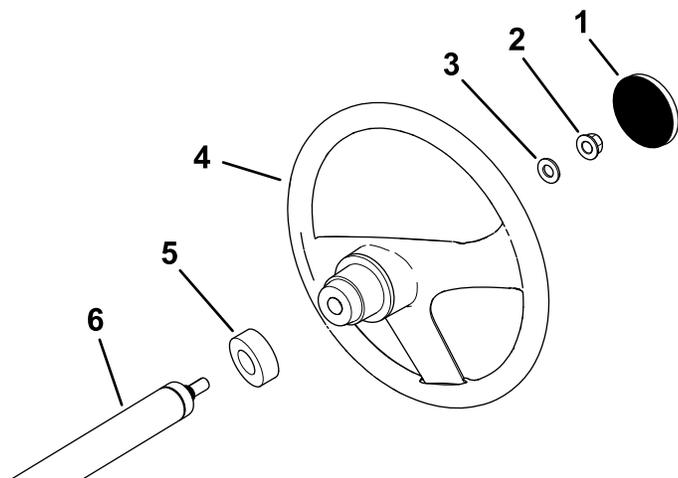

図 3
5. ハンドルにキャップを取り付ける図 3。
1. ハンドルのハブにカバーがついている場合には、これを取り外す図 3。
2. ステアリングシャフトからロックナット½"を外す図 3。
3. ステアリングシャフトに、ハンドル、ダストカバー、ワッシャ½"を取り付ける図 3。